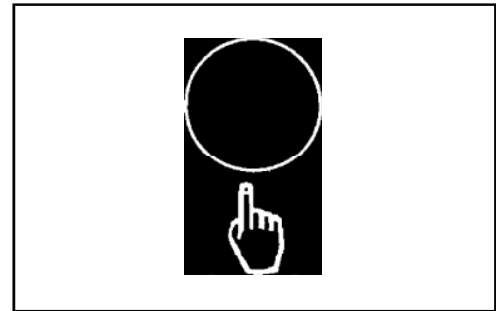

Рисунок 33
5. Машина оборудована кнопкой на панели управления (см. рис. 33) для выбора предустановленных значений контактного давления щетки и расхода моющего раствора. Нажмите эту кнопку, если Вы хотите использовать эти настройки. **ПРИМЕЧАНИЕ: Если это не те настройки, которые Вы хотите использовать, смотрите стр. 106 относительно программирования кнопки автоматического выполнения операций.**